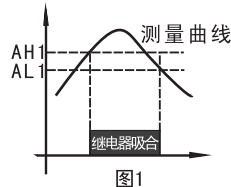

图1
- ① $AH1 > AL1$ ($AH2 > AL2$) 继电器动作见图1，常用于上限报警。